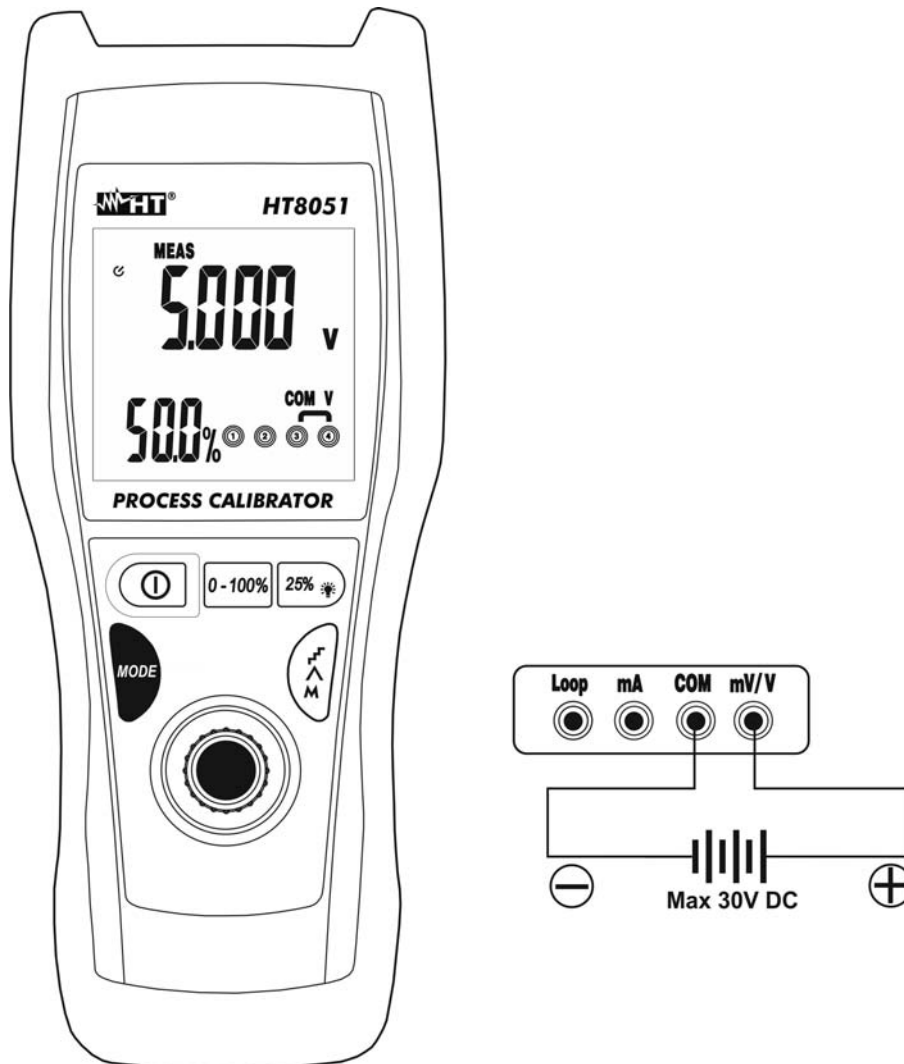

Abb. 3: DC Spannungsmessung
3. Stellen Sie die grün Messleitung und die schwarze Messleitung in die Punkte mit positivem und negativem Potenzial des zu messenden Kreises (siehe Abb.3)
5. Die **"-OL-"**-Meldung gibt an, dass die zu messende Spannung den maximalen Wert, der mit dem Gerät gemessen werden kann, überschreitet. Das Instrument führen keine Spannungsmessungen mit entgegengesetzter Polarität gegenüber dem Anschlußteil in Abb.3. Der Wert "0.000" wird im Display angezeigt